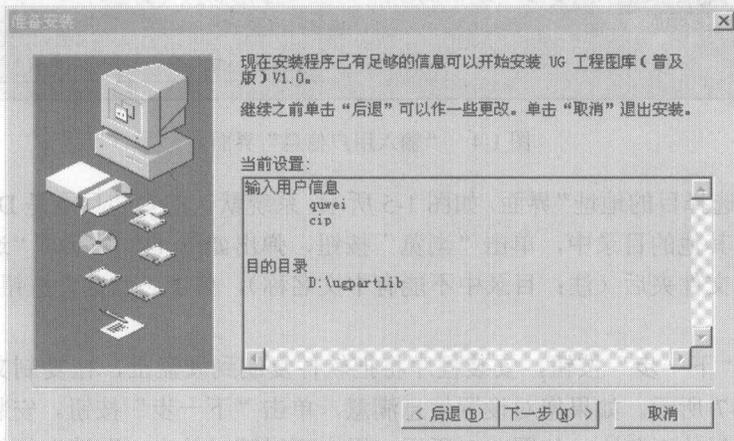
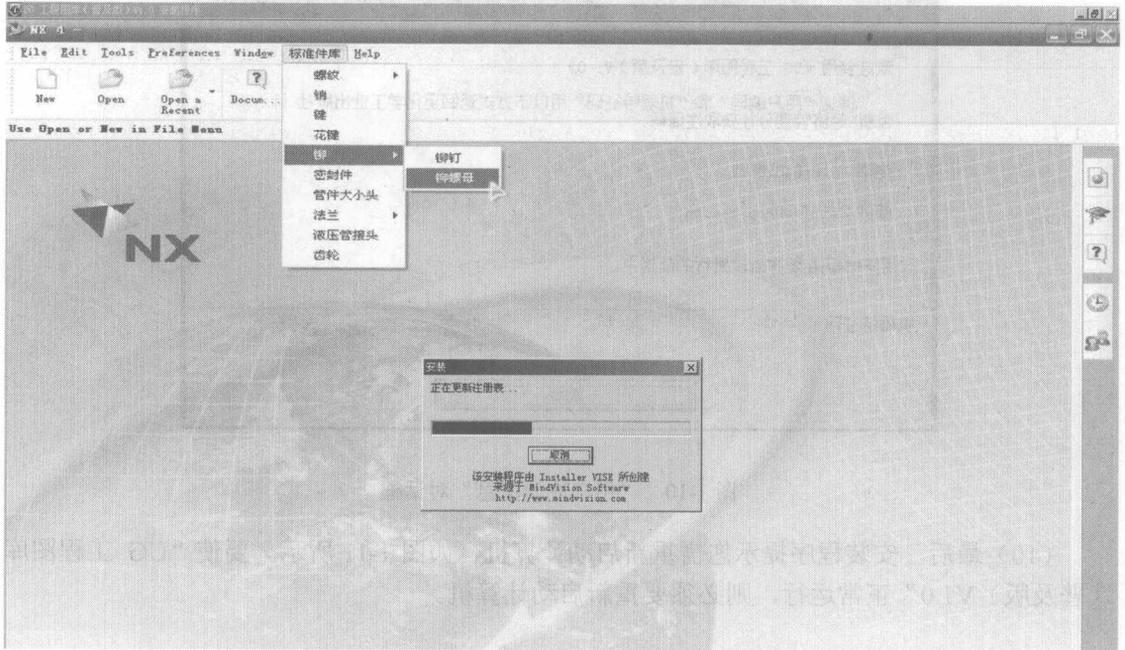

图 1-7 “准备安装”界面
图 1-8 显示安装进度界面
(7) 单击“下一步”按钮, 安装程序将把软件复制到硬盘上, 在复制文件前请查看设置信息, 如图 1-7 所示。如果您对设置信息满意, 单击“下一步”按钮。安装程序使用进度条来显示安装进行的百分比, 如图 1-8 所示。用户可以随时单击“取消”按钮, 退出本软件的安装程序。